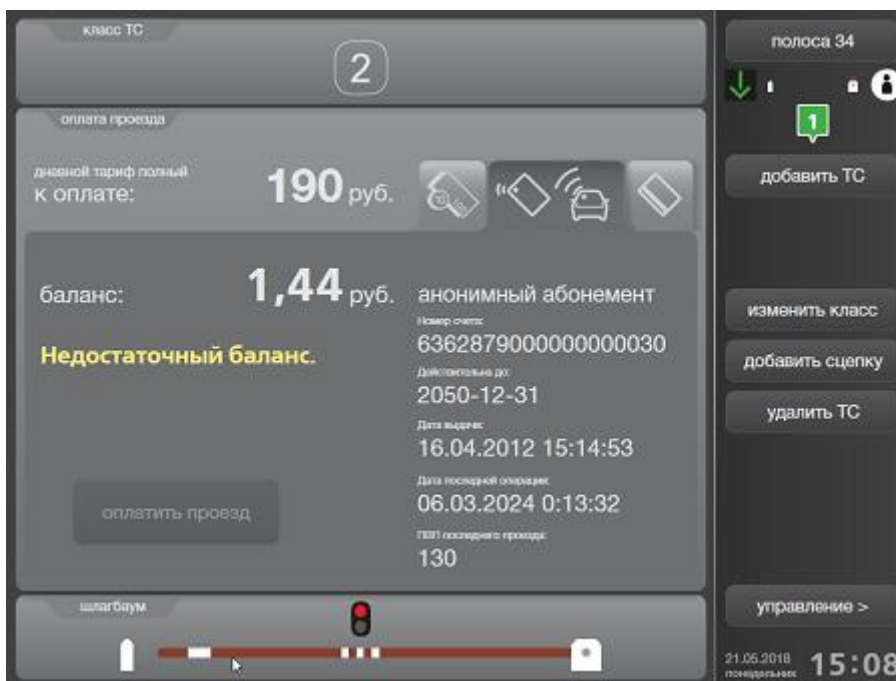

Рисунок 97. Оплата проезда по БСК невозможна (недостаточный баланс)
- 3) Если БСК **прочиталась**, но **оплата по ней невозможна**, появится сообщение с указанием причины отказа в оплате (рис. 97):
- На карте недостаточно средств (рис. 97);